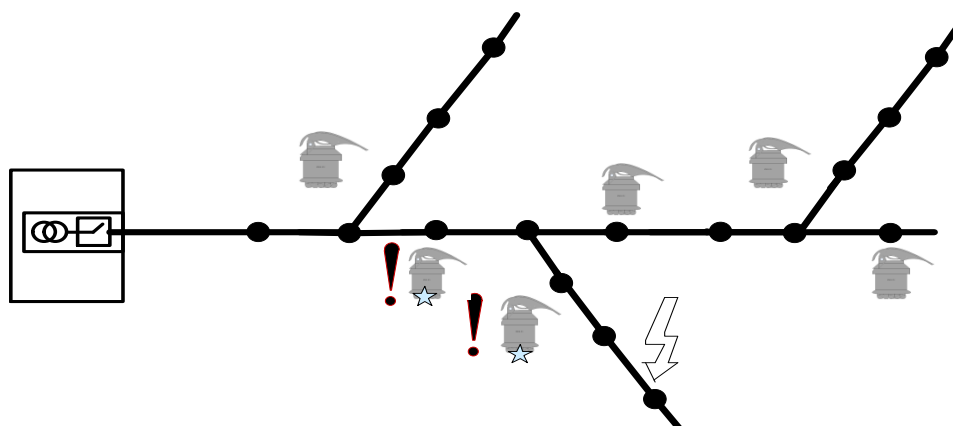

Рисунок 12 – Установка индикаторов на линии с длинным стволом и длинными ответвлениями
- на линии с длинным стволом и длинными ответвлениями комплекты устанавливаются в начале контролируемых ответвлений и за местом разветвления, на ближайших промежуточных опорах (Рисунок 12).